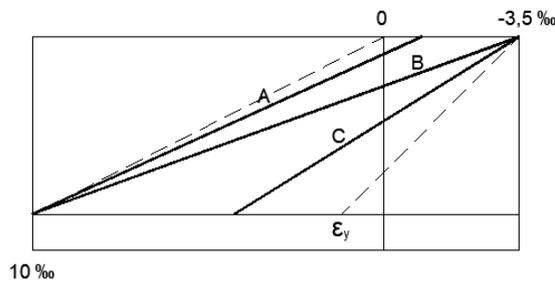
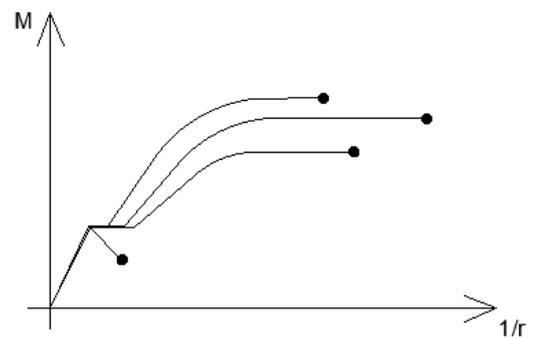

Figura 1
Figura 2
- Se tienen tres secciones A, B y C de igual geometría bruta $b \times h$ y mismos materiales, pero diferente área de acero. Conectar las parejas de deformaciones límite de las secciones A, B y C mostrados en la figura 1, cada una con uno de los cuatro diagramas Momento-Curvatura mostrados en la figura 2.